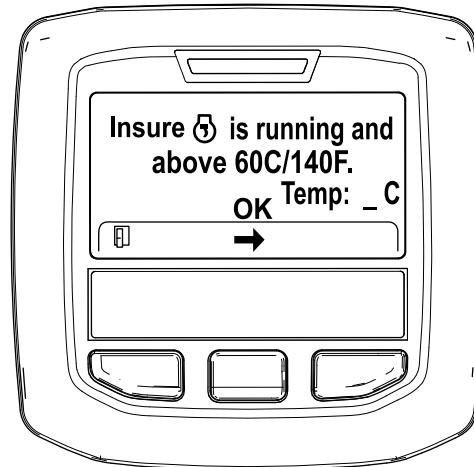

図 40
5. 冷却液の温度が 60°C (140°F) 未満の場合には、Insure ⑤ is running and above 60C/140F エンジン作動と冷却水を確認と表示される図 40。 インフォセンターの上で冷却水温度を確認し、温度が 60°C (140°F) になるまでフルスロットルでエンジンを回転させてから中央ボタンを押す。